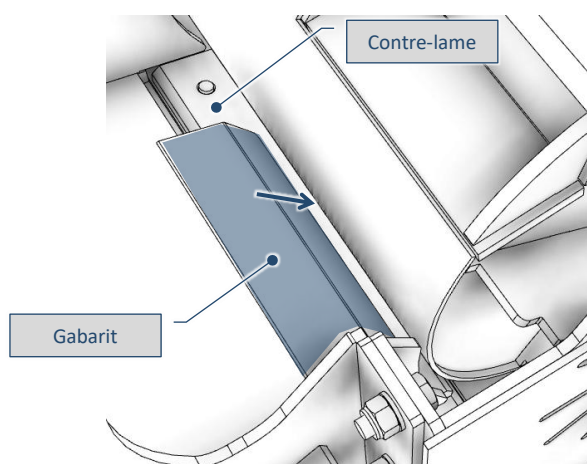
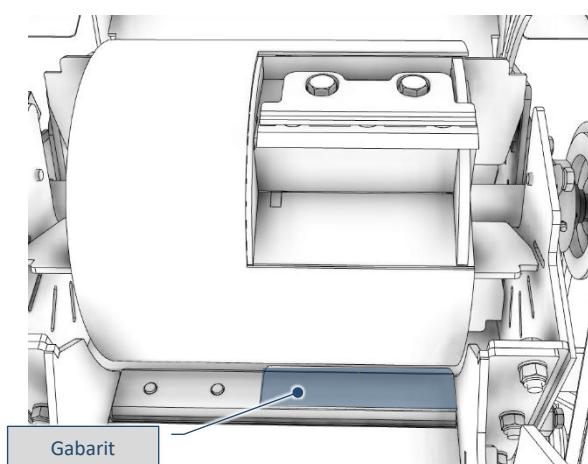

Fig. 9-32 – Insertion du gabarit
Fig. 9-33 – Gabarit en position
- 9) Insérez la cale entre la contre-lame et le tambour (Fig. 9-32) et positionnez-la du côté correspondant à la lame (Fig. 9-33);